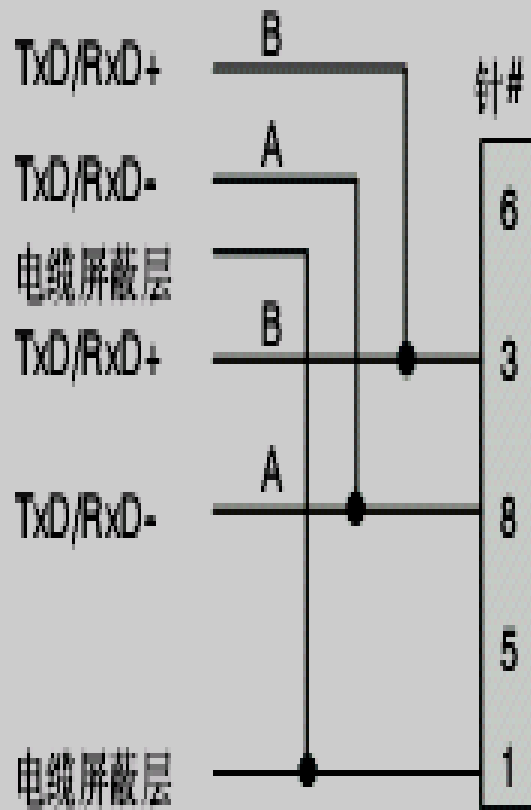

图7-22 网络电缆的偏置和终端
- 两种连接器都有两组螺钉连接端子，可以用来连接输入连接电缆和输出连接电缆。两种连接器也都有网络偏置和终端匹配的选择开关。典型的网络连接器偏置和终端如图7-22所示。